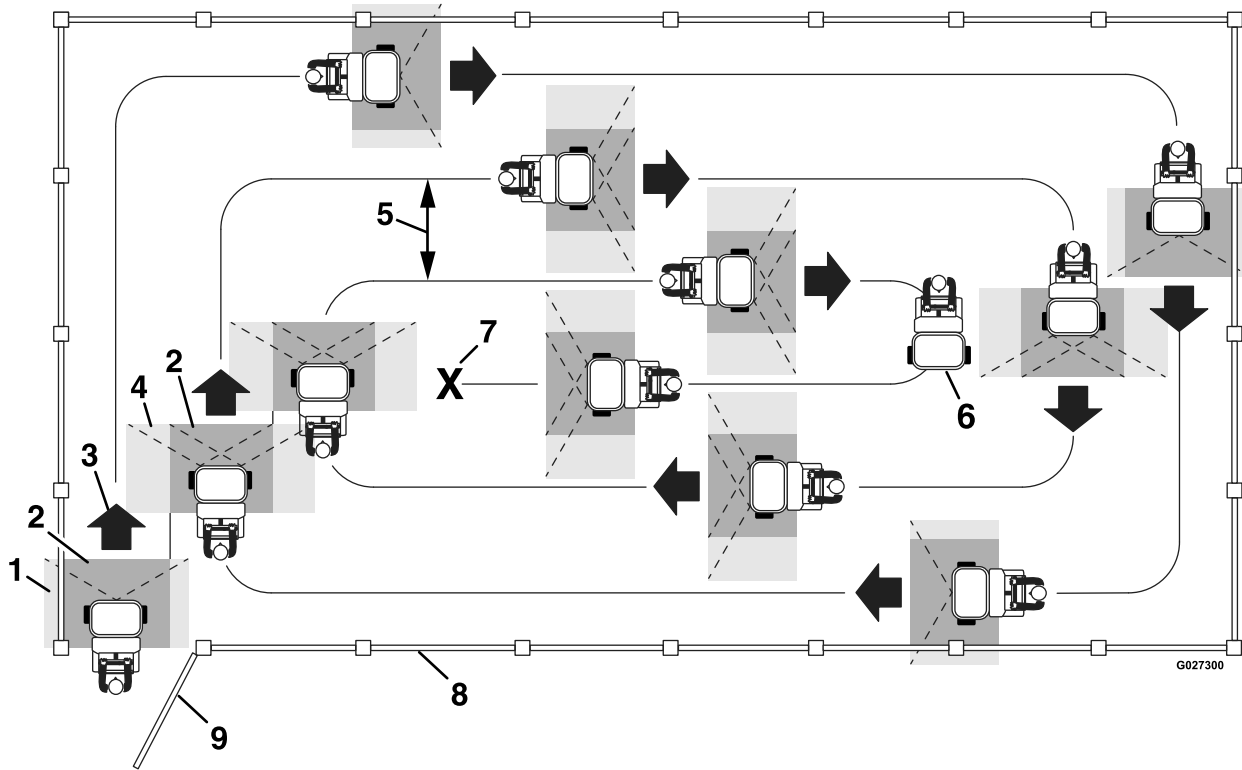

Figura 45
- No solape la zona de fumigación efectiva que ya ha fumigado (Figura 45).